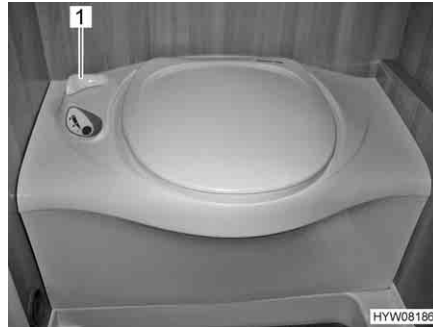

Fig. 222 Toilette Thetford
- Prima di tirare l'acqua, aprire il cursore della toilette Thetford. A tal fine ruotare la leva del cursore (Fig. 222,1) in senso antiorario.
- Dopo aver tirato l'acqua chiudere il cursore. Ruotare la leva del cursore (Fig. 222,1) in senso orario.